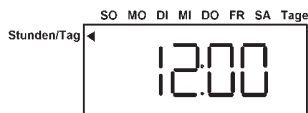

Abb.10
- 2) Drücken die Tasten bis die aktuelle Uhr im Display erscheint (Abb. 10)